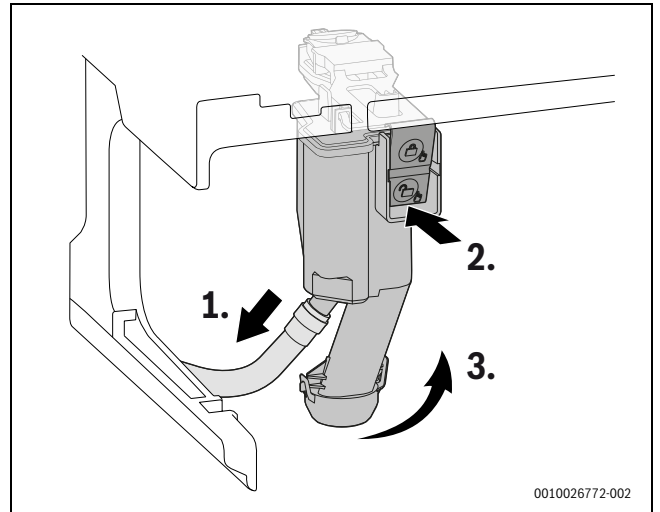

Fig. 137 Smontaggio del sifone per la condensa
- ▶ Rimuovere il sifone per la condensa dall'apparecchio (→ fig. 137, pagina 72).